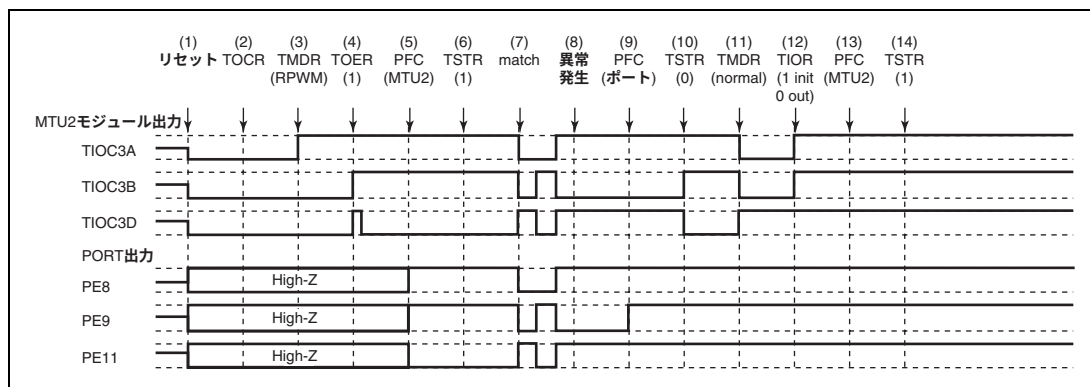

図 12.142 リセット同期 PWM モードで異常が発生し、ノーマルモードで復帰する場合
リセット同期 PWM モードで異常が発生し、再設定後ノーマルモードで再スタートする場合の説明図を図 12.142 に示します。
(1) ～ (10) は図 12.142 と共通です。
(11) PWM モード 1 を設定してください（本モジュール出力は正相側がローレベル、逆相側がハイレベルとなります）。
(12) TIOR で端子を初期化してください（PWM モード 1 では TIOC*B 側は初期化されません）。
(13) 汎用入出力ポートで本モジュール出力としてください。
(14) TSTR で再スタートします。
(28) リセット同期 PWM モードで動作中に異常が発生し、相補 PWM モードで再スタートする場合の動作
- (1) ～ (10) は図 12.142 と共通です。
- (11) TOER でチャンネル 3、4 の出力を禁止してください。
- (12) TOCR で相補 PWM の出力レベルと周期出力の許可禁止を選択してください。
- (13) 相補 PWM を設定します (本モジュールの周期出力端子はローレベルになります)。
- (14) TOER でチャンネル 3、4 の出力を許可してください。
- (15) 汎用入出力ポートで本モジュール出力としてください。
- (16) TSTR で再スタートします。
(29) リセット同期 PWM モードで動作中に異常が発生し、リセット同期 PWM モードで再スタートする場合の動作
- (11) 汎用入出力ポートで本モジュール出力としてください。
- (12) TSTR で再スタートします。
- (13) コンペアマッチの発生によりリセット同期 PWM 波形を出力します。